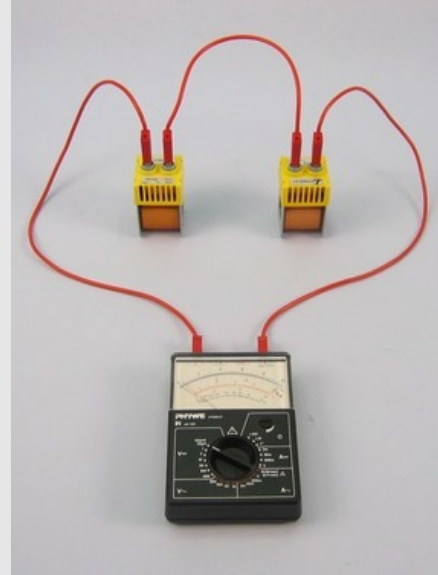

Abb. 1
- Baue den Versuch entsprechend der Abb. 1 auf.